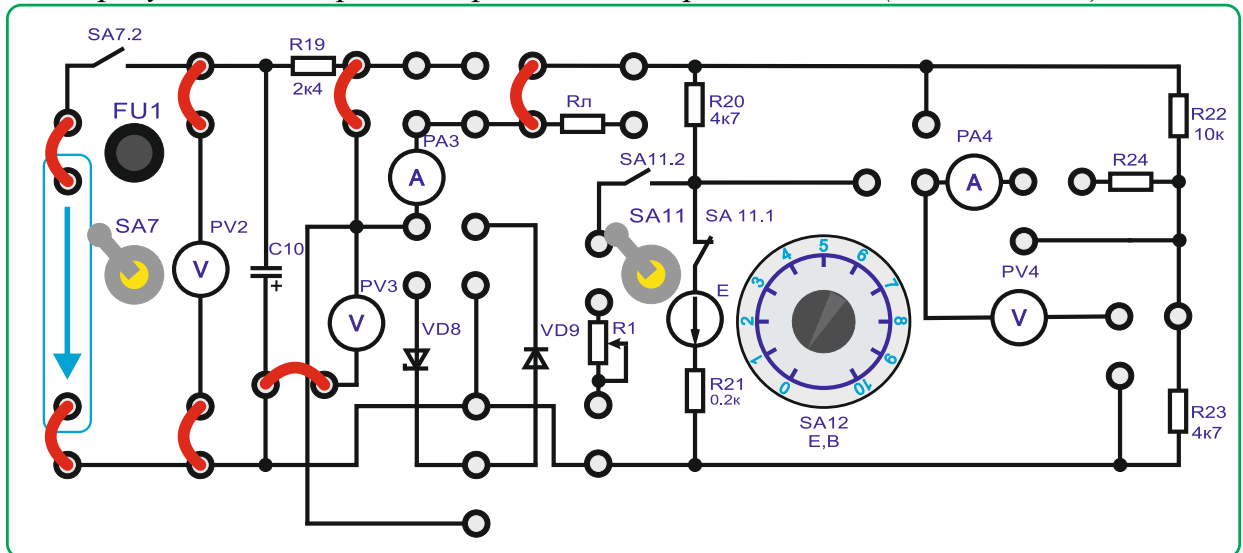

Рисунок 3.4
1. Зібрати схему, представлену рисунок 3.4. В якості невідомого опору будуть використані резистори $R_{22}+R_{23}$.